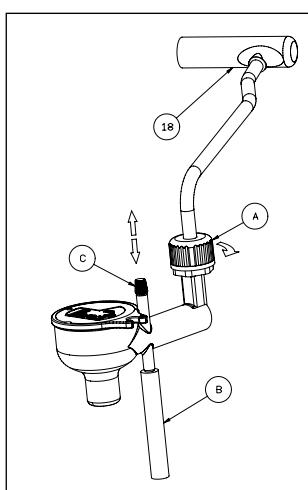

FIG 2
- accertarsi che il volantino (4) del rubinetto vapore sia chiuso, (foto B);
- ruotare il tubo vapore (12) in senso orario fino alla posizione di fermo e sfilare dalla propria sede il tubo vapore, tirandolo verso destra, (foto N) - inserire il Cappuccino Automatic sulla lancia vapore (18) spingendo verso l'alto fino a quando la lancia appoggia al raccordo, ed avvitare la ghiera in senso orario (Fig.2);
- infilare nella propria sede il dispositivo con il Cappuccino Automatic (17) spingendolo verso sinistra, (foto 2). Ruotare il dispositivo con il Cappuccino Automatic (17) in senso antiorario fino alla posizione di fermo.
È possibile regolare la schiuma del latte agendo sullo spinotto (C) (fig. 2), del Cappuccino Automatic per avere la consistenza della crema desiderata. Per una crema con maggior volume, spostare lo spinotto verso l'alto.